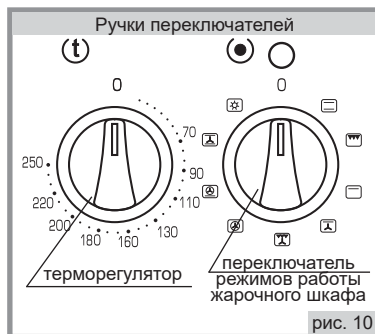

рис. 10
■ Установка рабочей температуры в жарочном шкафу обеспечивается терморегулятором, который задает необходимую температуру (рис.10). Значения температур указаны на панели управления и являются ориентировочными, могут колебаться в пределах $\pm 15^{\circ}\text{C}$.
■ Ручкой переключателя режимов (рис. 10) установить нужный Вам режим работы жарочного шкафа, повернув ручку в любую сторону и установив ее на нужный значок. При отключенных конфорках стола над ручкой загорается красная сигнальная лампочка, что означает готовность жарочного шкафа к работе, но нагреватели при этом не включаются.